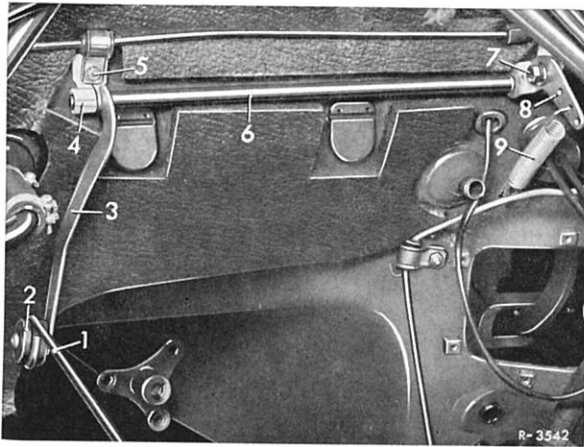

Bild 30-1/1
1 Rückzugfeder (9) aushängen und Sechskantschraube (7) heraus-schrauben (Bild 30-1/1).